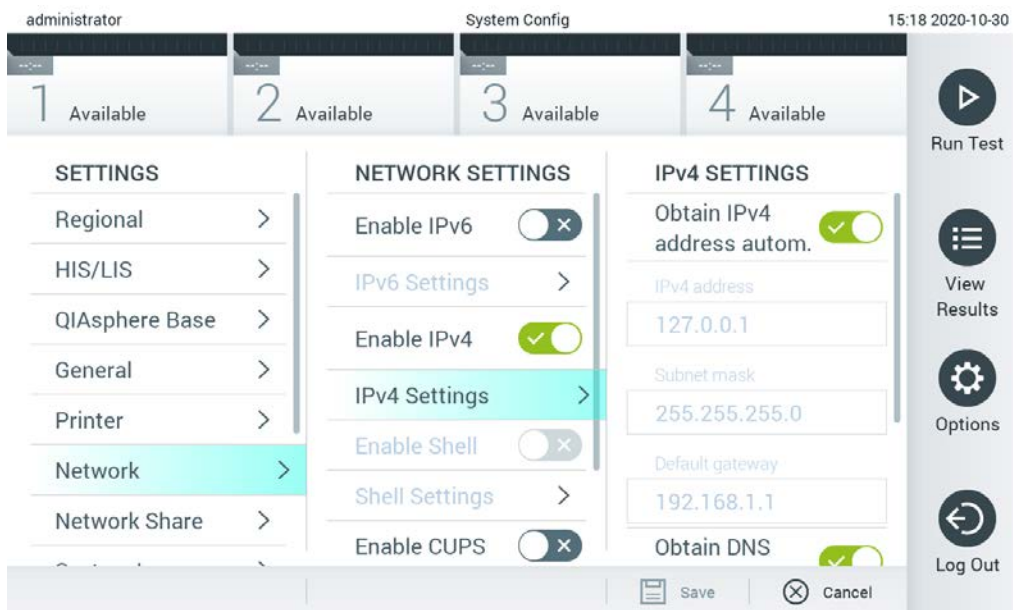

Figura 68. Configurazione delle impostazioni di rete.
2. Selezionare Network (Rete) dall'elenco delle impostazioni nella colonna di sinistra (Figura 68).